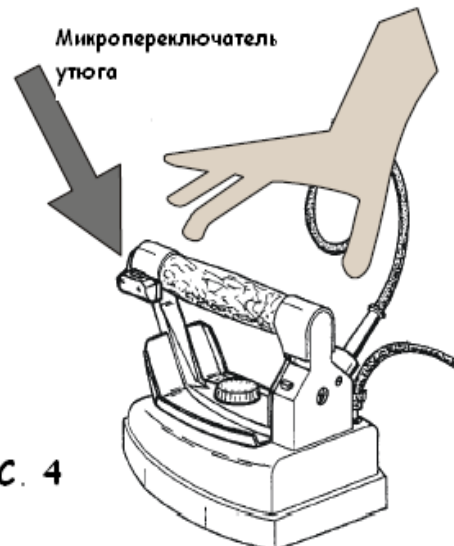

РИС. 4
5. Нажмите 3-4 раза на красную кнопку микропереключателя на утюге (рис.4), так что пар начал выходить: данная операция должна осуществляться для разогрева труб внутри утюга. Таким образом вы предотвращаете возникновение мелких капель конденсата внутри утюга. Регулировка пара обеспечивается поворотом по часовой или против
1. переместите утюг на одежду, нажав микропереключатель для пара на утюге (рис.4). А для наилучшего результата,